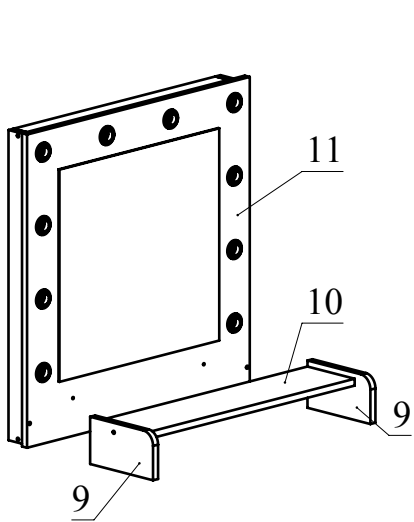

Рис.6
4. Установите полученную сборку на деталь 11 и зафиксируйте, повернув конфирматным ключом головки минификсов по часовой стрелке до упора. Соедините при помощи конфирматов детали 9 с деталью 11 (Рис. 6).